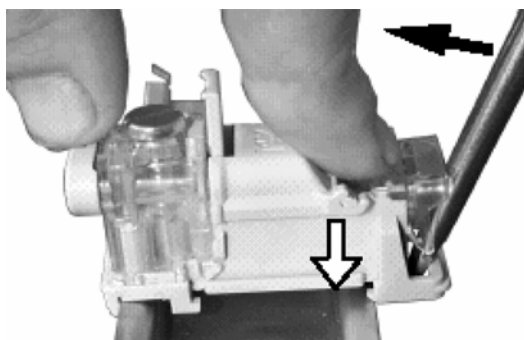

Рис. 13.11. Установка соединителя MX 2000 на монтажный профиль
13.2.4. Типовое место установки соединителя – монтажный профиль (DIN рейка). Для этого следует зацепить соединитель за край платформы, отогнуть отверткой с плоским наконечником «ушко» подвижных зацепов и надавить пальцами на соединитель (рис. 13.11).